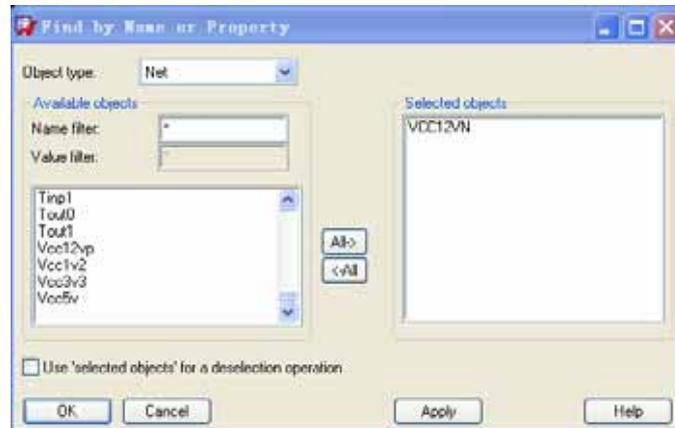

图 9-16 Find by Name or Property 窗口
(3) 打开控制面板中 Find 选项卡，在 Find by name 下拉列表框中选择 Net 选项。
(4) 单击 More 按钮，弹出 Find by Name or Property 窗口，如图 9-16 所示。